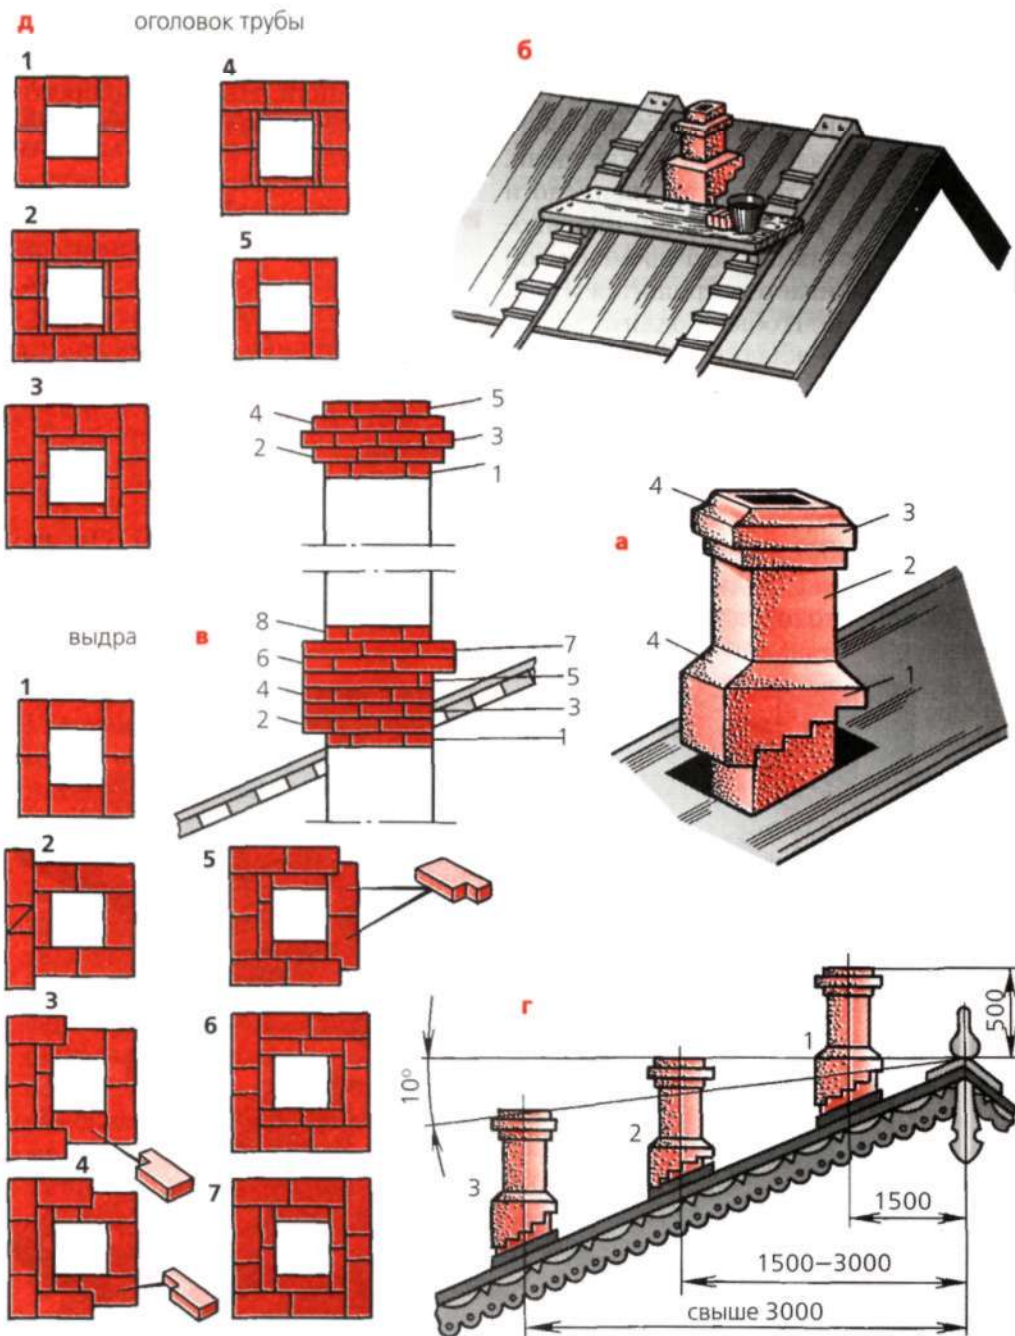

Рис. 30
**От крыши до оголовка.** С чердака печеклад перебирается на крышу, где предстоит класть самую сложную и ответственную часть трубы (рис. 30). Она состоит из ступенчатой распушки, или выдры (рис. 30, а1), головки (рис. 30, а2) и оголовка (рис. 30, а3). Чтобы удобно было класть трубу, на скате крыши располагают две стремянки — прочные широкие доски, на которые прибивают короткие поперечные планки. На стремянки опирается помост — щит, сколоченный из двух-трех досок. На помосте располагается печеклад вместе с запасом раствора, воды и кирпичей.
Кладку наружной части трубы начинают с выдры — ступенчатой распушки над кровлей, которая защищает стояк трубы от дождевой и талой воды (рис. 30, в). Выдра состоит из шести рядов кирпичей, края которых со всех сторон нависают над стояком. Два боковых напуска имеют ступенчатые нижние края, идущие вдоль ската кровли.
*Первый ряд* кладки, изображенный на чертежах-порядовках, относится к стояку (рис. 30, в). Во *втором ряду*, с которого начинается непосредственная кладка выдры, кирпичи, расположенные слева, должны нависать над стояком. Для этого используют продольные и поперечные половинки кирпича, а также трехчетверки. В *третьем ряду* вместе с другими уклады-
вают два кирпича, у которых кирпичкой осторожно вырубает небольшие прямоугольные уступы. Такие же кирпичи используют в *четвертом* и *пятом рядах*. *Шестой* и *седьмой ряды* завершают кладку выдры. Следующий за ними *восьмой ряд* состоит из шести кирпичей. С него начинается кладка головки трубы. Высота головки, а значит, и самой трубы зависит от того, на каком расстоянии от конька крыши она расположена (рис. 30, г). Если от трубы до конька по горизонтали не более полутора метра, то оголовок трубы должен быть на полметра выше конька (1). Оголовок (верх) трубы, находящийся от конька на расстоянии 1,5—3 метра, не должен быть ниже его уровня (2). Если от конька до трубы свыше 3-х метров, то оголовок не должен быть ниже воображаемой линии, проведенной от конька под углом 10° к горизонтали. Эти условия при кладке труб необходимо соблюдать, чтобы ветер не задувал в трубу, или, как говорят печники, не опрокидывал дым, ухудшая тягу в печи.
Построив трубу до необходимой высоты, на ее вершине выкладывают оголовок, состоящий из нескольких ступенчатых выступов (рис. 30, д). При кладке оголовка используют вставки из продольных половинок, а также тонкие пластинки кирпича.
чей, ветра, снега, дождей и мороза. Если она сложена на глиняно-песчаном растворе, то рано или поздно швы разрушаются, а на их месте образуются глубокие щели. Однако не только раствору, **но и** кирпичу так же трудно противостоять стихиям. Со временем он растрескивается, крошится и рассыпается. Чтобы продлить жизнь трубы, ее кладут на цементном растворе, а затем штукатурят таким же раствором. На верхних выступах оголовка и выдры кладут толстый слой раствора и выравнивают его мастерком так, чтобы образовались наклонные скаты (рис. 30, а4). К тому же сверху оголовков закрывают кол-